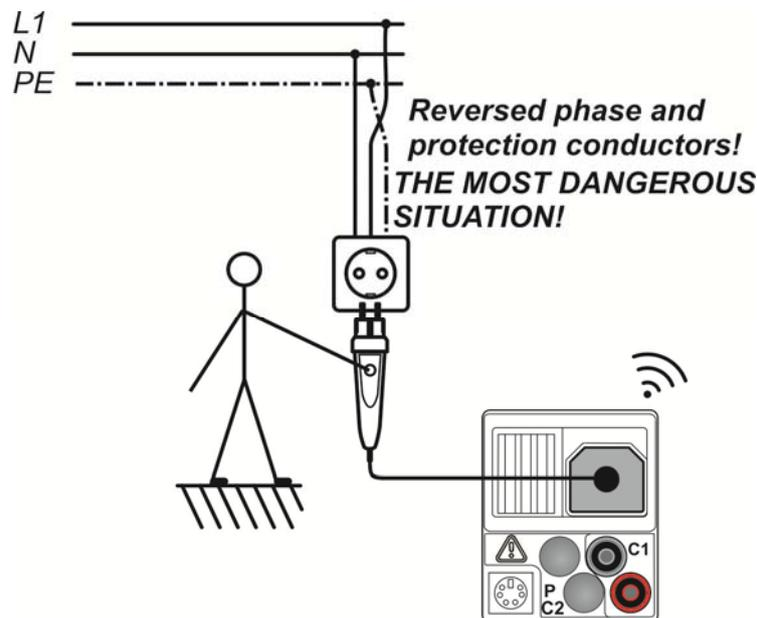

Abbildung D.4: Vertauschte L- und PE-Leiter (Verwendung des Commander-Prüfsteckers)
- ❑ **Schließen Sie** den Commander an das Prüfstück (siehe Abbildung D.4).